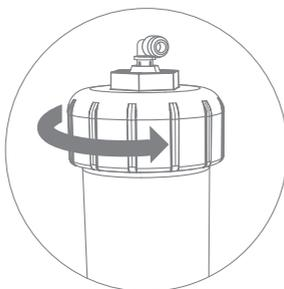

Рис. 17
4. Открутите крышку корпуса мембраны (рис. 17), используя ключ из комплекта поставки, извлеките отработанную мембрану (рис. 18).